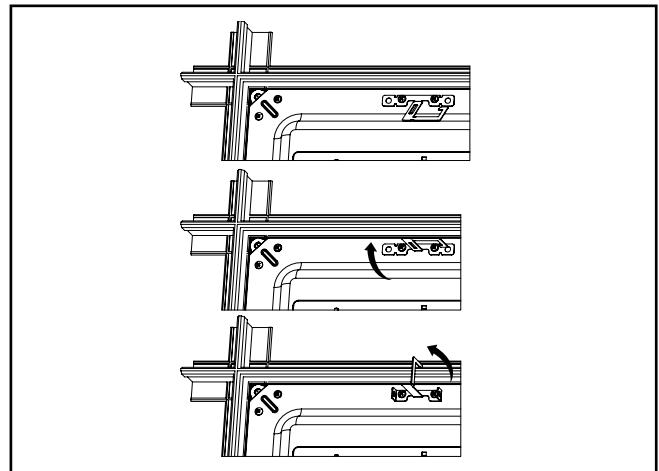

Figure 4.
6. Les brides de grille sont fournies afin d'offrir un soutien accru au système de plafond. Orientez les quatre (4) languettes du luminaire sur la GRILLE EN T en pliant les languettes perpendiculairement jusqu'à un angle de 90 degrés vers l'arrière du luminaire. Pliez ensuite les languettes à 90 degrés vers le cadre de la GRILLE EN T Pour une utilisation en tant que bride contre les tremblements de terre, enfoncez une vis (fournie par un tiers) à travers le trou de la bride de grille et dans la grille en T comme illustré (fig. 4).